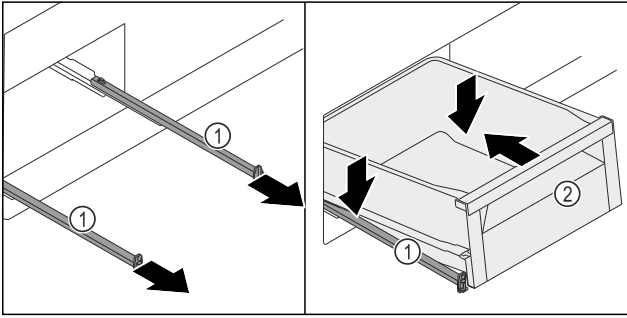

Fig. 259
- ▶ Schienen Fig. 259 (1) herausziehen.
- ▶ Schienen Fig. 259 (1) festhalten und Schubfach Fig. 259 (2) schräg von oben auf den Schienen Fig. 259 (1) aufsetzen.
- ▶ Schubfach Fig. 259 (2) auf den Schienen Fig. 259 (1) bis zum Anschlag nach hinten schieben.